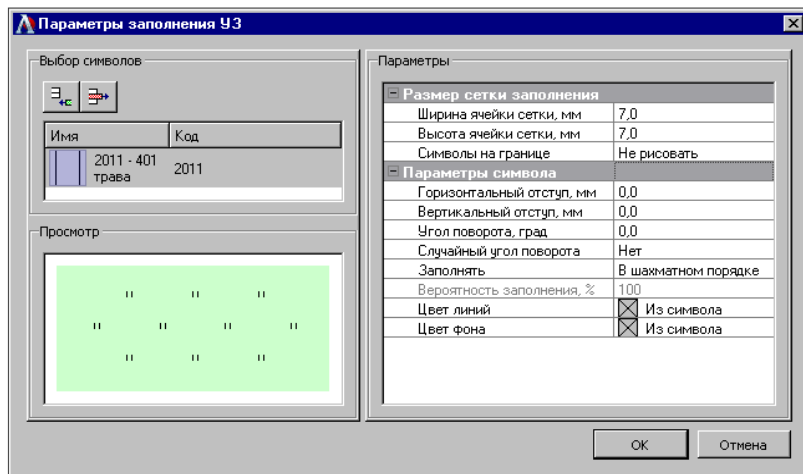

Рис. 15.5
5. При помощи команды **Построения/Параметры и удаление объектов** можно изменить параметры заполнения и вид штриховки регионов, которые получены из ПТО. Параметры заполнения аналогичны параметрам при создании объекта в **Редакторе классификатора** (рис. 15.5).